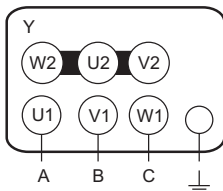

Рисунок 2
12.2 Вентиляторы с двигателями на номинальное напряжение Δ/Y 380/660 В допускается также подключать к трехфазной сети с переменным напряжением 660В, предварительно переключив схему соединения обмоток двигателя в звезду Y 660 В (см. рисунок 2), в противном случае двигатель может выйти из строя.